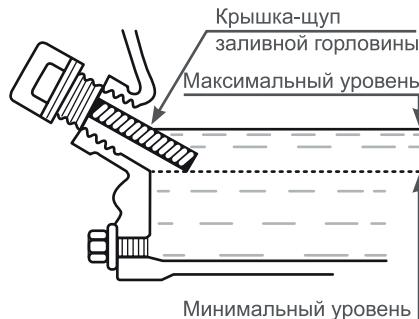

Рис. 16 Уровень масла в картере
- Снимите крышку/щуп маслозаливного отверстия (A) Рис. 16.
- Установите на место крышку/щуп, не закручивая его. Снова извлеките щуп, уровень масла должен соответствовать верхней отметке на щупе (B) Рис.16, что соответствует нижнему краю маслозаливной горловины.
Нормальным считается, когда масло находится на уровне нижнего края заливной горловины Рис.16.